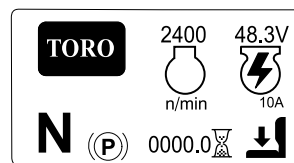

Рисунок 20
- **Главный информационный экран (Рисунок 20):** показывает текущую информацию о машине, когда ключ находится в положении Он (Вкл.)